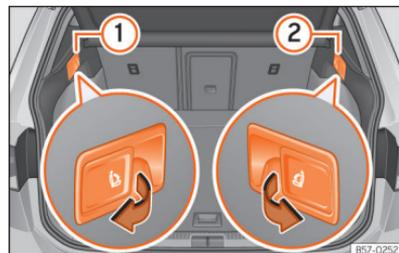

Fig. 81 Na bagageira: alavancas para o desbloqueio do encosto traseiro.
- Puxe a alavanca de desbloqueio à distância da parte esquerda »» **Fig. 81** ① ou direita ② do encosto no sentido da seta. A parte desbloqueada do encosto traseiro rebate-se automaticamente para a frente.